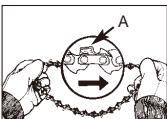

Fig. 4A
- Spre kjeden uten i en løkke med kuttekantene (A) pekende MED KLOKKEN rundt løkken (Fig. 4A).